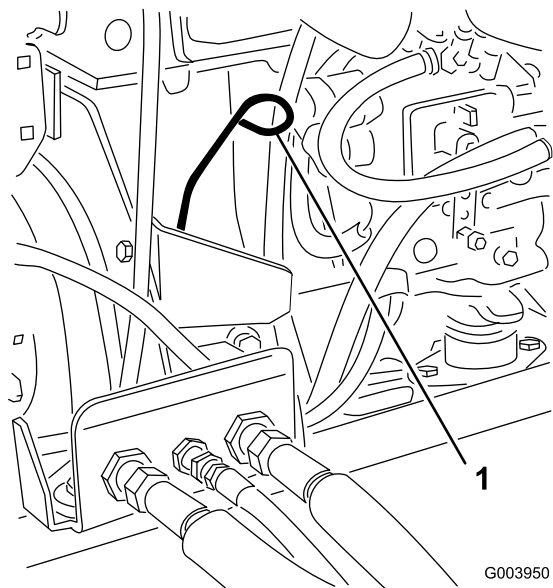

Figura 27
3. Retire la varilla, límpiela, y vuelva a colocarla (Figura 27).